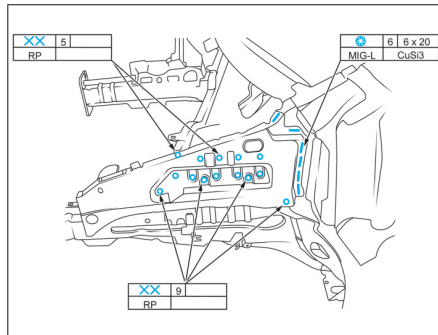

FIG. 11
- Souder la doublure de joue d'aile avant (Fig.11).